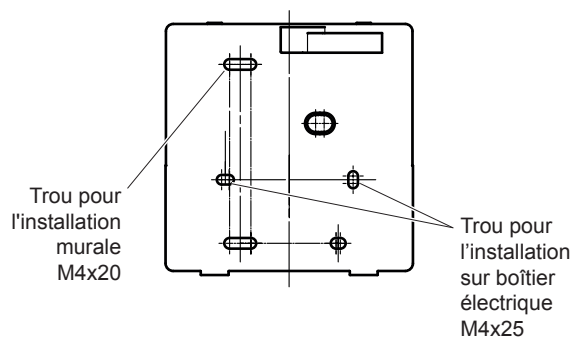

Fig. 5.3
3. Utiliser deux vis M4x25 pour installer le couvercle postérieur sur le boîtier électrique (porte-interrupteurs) puis utiliser une vis M4x20 GB950-86 pour la fixation au mur. (Fig.5.3)